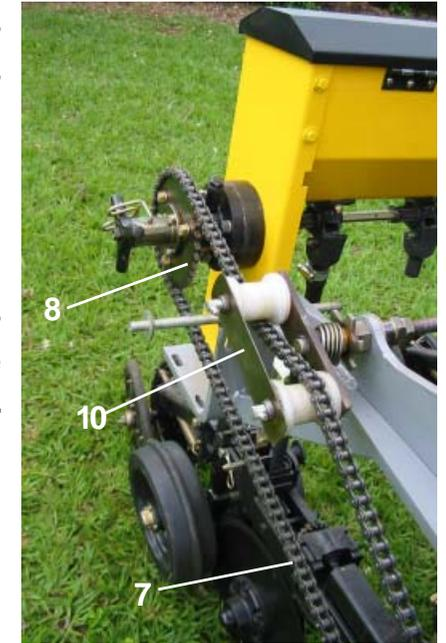

FIGURAS 27
3 - Fije el depósito de semillas finas (4) en la parte trasera de la sembradora a través de los soportes (5) con los tornillos, arandelas y tuercas (6). **Figuras 27.**